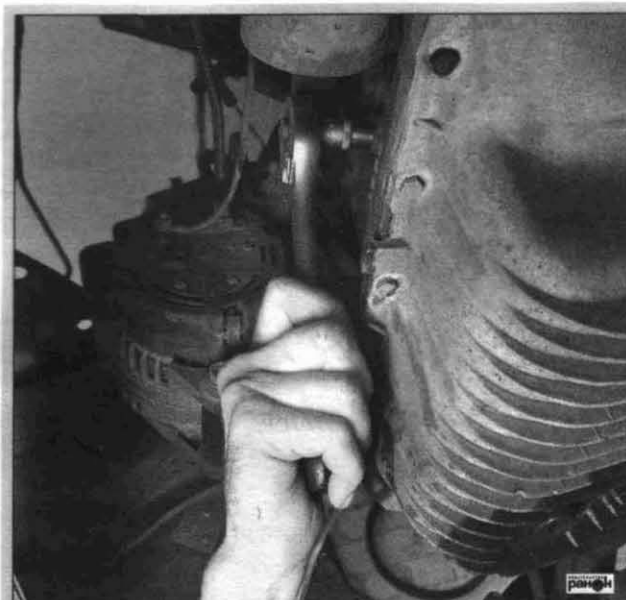

Рис. 1.28. Слив охлаждающей жидкости из блока цилиндров двигателя
- отвернуть сливную пробку в блоке цилиндров двигателя и слить старую охлаждающую жидкость, находящуюся в рубашке охлаждения двигателя (рис. 1.28);